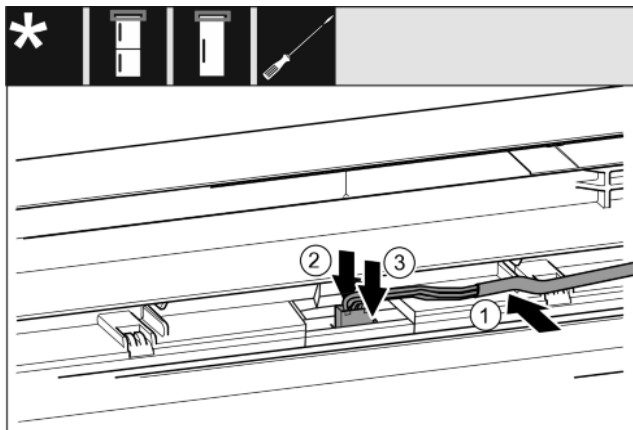

Fig. 35
- ▶ Introduceți cablul gri în ghidaj, în ușa superioară. Fig. 35 (1)
- ▶ Apăsați ciocul de fixare spre înapoi Fig. 35 (2)
- ▶ Fixați în poziție fișa. Fig. 35 (3)